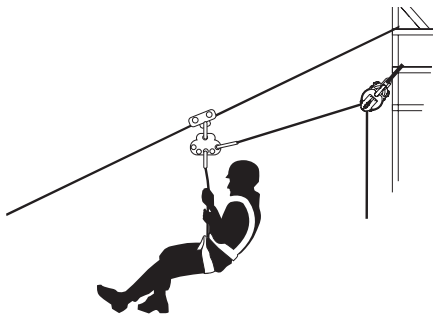

Fig. 12
7.3. Evacuação voluntária em plano inclinado (Fig. 12)